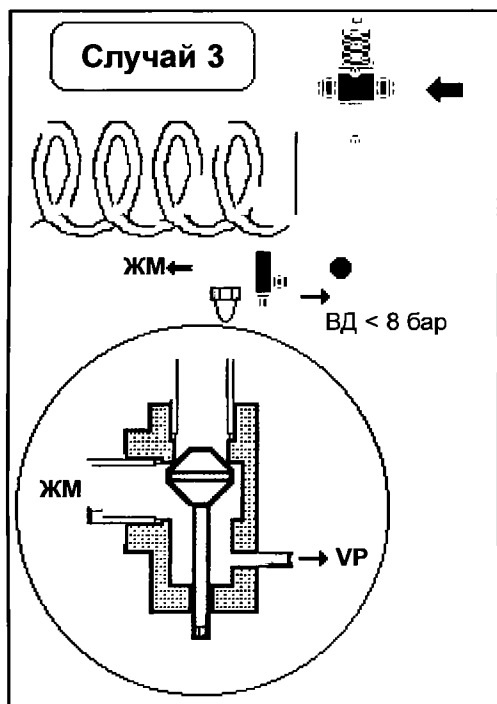

Рис. 67.12.
Случай ③. В предыдущих примерах жидкостной запорный вентиль на выходе из конденсатора был установлен *горизонтально*. Рассмотрим теперь те проблемы, с которыми вы можете столкнуться, если этот вентиль расположен *вертикально* (см. рис. 67.12).